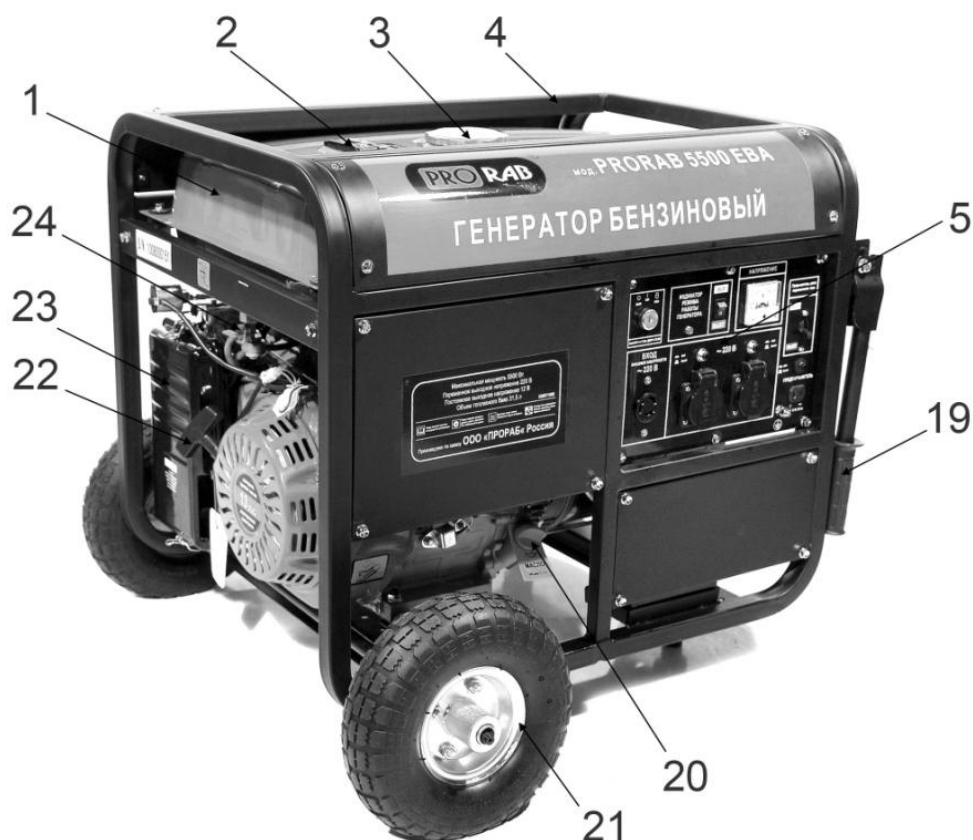

Рис. 1
- Окрутите крышку топливного бака (3) (См. Рис.1). Проверьте уровень топлива.
Любой заземлитель должен быть погружен в землю до влажных слоев грунта. На заземлителях должны быть оборудованы зажимы или другие устройства, обеспечивающие надежное контактное соединение провода заземления с заземлителем. Противоположный конец провода соединяется с клеммой заземления генератора (10)(См. Рис.1). Сопротивление контура заземления должно быть не более 4 Ом, причем контур заземления должен располагаться в непосредственной близости от генератора. При использовании генератора на объектах, не имеющих контура заземления, в качестве заземлителей запрещено использовать находящиеся в земле металлические трубы системы водоснабжения, канализации или металлические каркасы зданий.